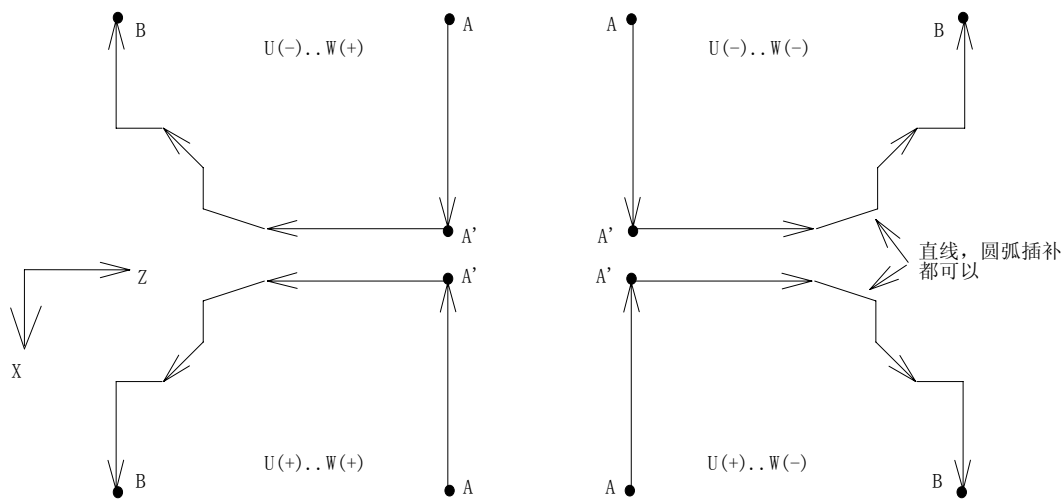

图 2-39
- 根据切入方向的不同, G71指令轨迹有下述四种情况 (图2-39), 但无论哪种都是根据刀具平行Z轴移动进行切削的,  $\Delta u$ 、 $\Delta w$ 的符号如下: